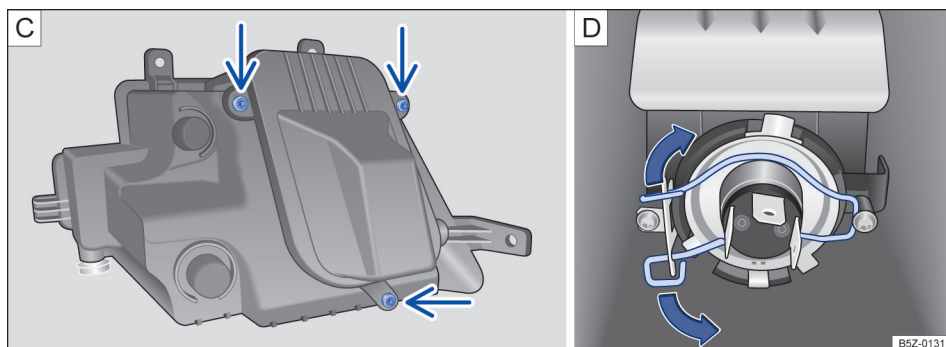

Fig. 163 No para-choque dianteiro: **C** retirar os parafusos da cobertura da lâmpada e **D** lâmpada do farol de neblina.
6. Retirar os parafusos indicados pelas setas → Fig. 163 **C**, para acessar a lâmpada do farol de neblina.
8. Comprimir a mola de travamento no sentido da seta → Fig. 163  e deslocá-la para deslizar a lâmpada.